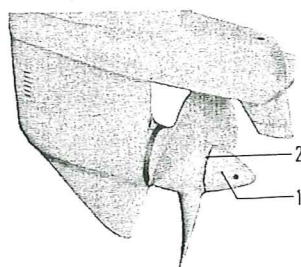

Fig. 2
1. Demontera propellern genom att slå upp låsflikarna på låsbrickan 2, fig. 2, för propellerkonen 1 och skruva av denna. Tag av propellern och distanshylsan (37).